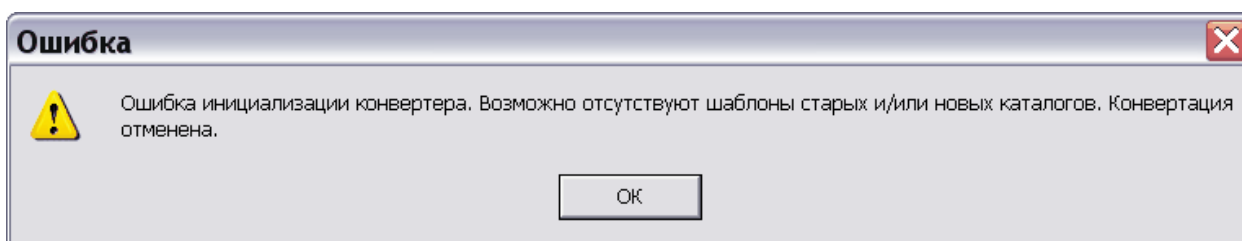

Рис. 4.76
5. В случае отсутствия старых и/или новых шаблонов каталога появится предупреждение об ошибке (Рис. 4.76).